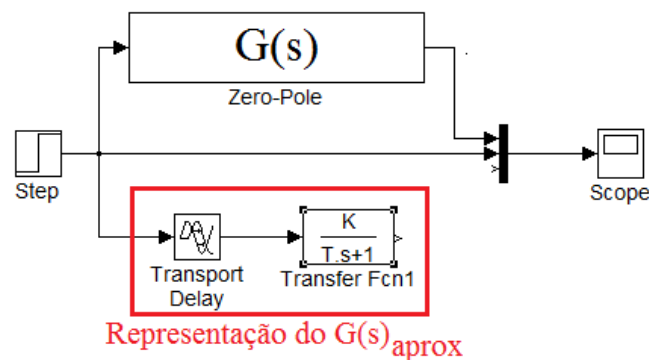

Figura 1: Estrutura simulink.
1. Utilize o Simulink/Matlab e construa o modelo de blocos como apresentado na Figura 1 (Dica: utilize os blocos Step, Zero-Pole, Mux e Scope).